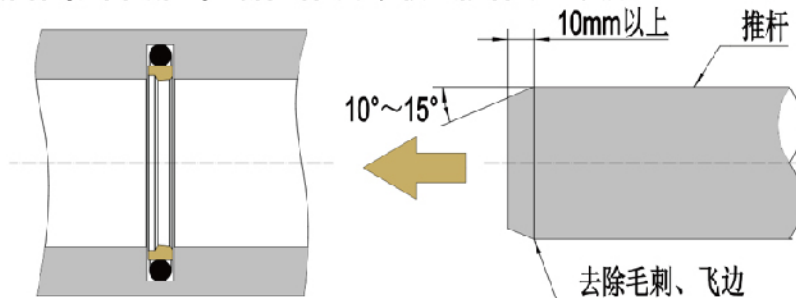

图3、用推杆校正滑环内周变形
- ②、将滑环装入沟槽后，由滑环的内侧向外周方向推出，使其恢复原样。
- ③、插入推杆（如图3所示）或活塞杆数次，校正滑环内周的变形。